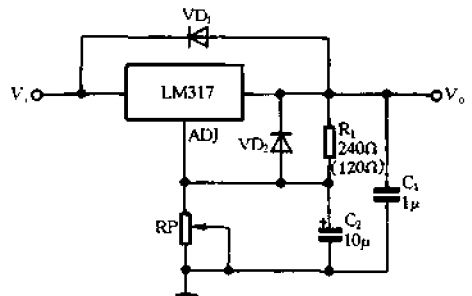

图 4-265 LM317 的基本应用电路
LM317 的基本应用电路如图 4-265 所示。  $R_1$  为取样电阻,  $R_P$  是可调电阻, 当  $R_P$  调到零时, 相当于  $R_1$  下端接地, 此时,  $V_o = 1.25V$ 。如果将  $R_P$  的阻值  $R_{RP}$  下调, 随着其阻值的增大,  $V_o$  也不断升高, 但最大不得超过极限值 37V。若取  $R_1 = 120\Omega$ ,  $R_{RP} = 3.4k\Omega$  或取  $R_1 = 240\Omega$ ,  $R_{RP} = 6.8k\Omega$ , 均能获得 1.25 ~ 37V 连续可调的电压调整范围。 LM317 输出电压的表达式为
图 4-265 所示的应用电路及  $V_o$  表达式对其他同型号号的稳压器也同样适用。此外, 其他几个元件的作用分别为:  $C_1$  是防自激振荡电容, 要求使用 1 $\mu$ F 的钽电容;  $C_2$  是滤波电容, 可滤除  $R_P$  两端的纹波电压;  $VD_1$  和  $VD_2$  是保护二极管, 可防止输入端及输出端对地短路时烧坏稳压器的内部电路。
(1) 防止将引脚接错。无论是测试还是上机安装使用, 均应将各引脚正确接入电路后方可加电。
(2) 输入电压范围选择要正确。稳压器内部晶体管有一定的耐压值, 在工作时要保证输入的直流脉动电压峰值不大于稳压器允许的最大输入电压。
(3) 注意外部接线位置的正确选择。取样电阻  $R_1$  要紧接在稳压器的输出端和调节端。稳压器的接地端应接在负载的接地端, 而负载的正端则要紧靠稳压器的输出端。
(4) 必须外接保护二极管, 如图 4-265 中的  $VD_1$  和  $VD_2$ 。这两只二极管能有效地防止输入、输出端对地短路时损坏稳压器。
(5) 大功率使用时,要加适当散热器。对于 TO-220 塑料封装和 TO-3 金属封装形式的稳压器,在不加散热器时,室温下最大功耗分别为 1W 和 2W。如需增大功率,必须加装适当的散热器。
按图 4-265 将电路连接好,加电后,边调整 RP 边用万用表直流电压挡测量稳压器直流输出端的电压值。当将 RP 从最小值调到最大值时,输出电压  $V_o$  应在指标参数给定的标称电压调节范围内变化,若输出电压不变或变化范围与标称电压调节范围偏差较大,则说明稳压器已经损坏或性能不良。